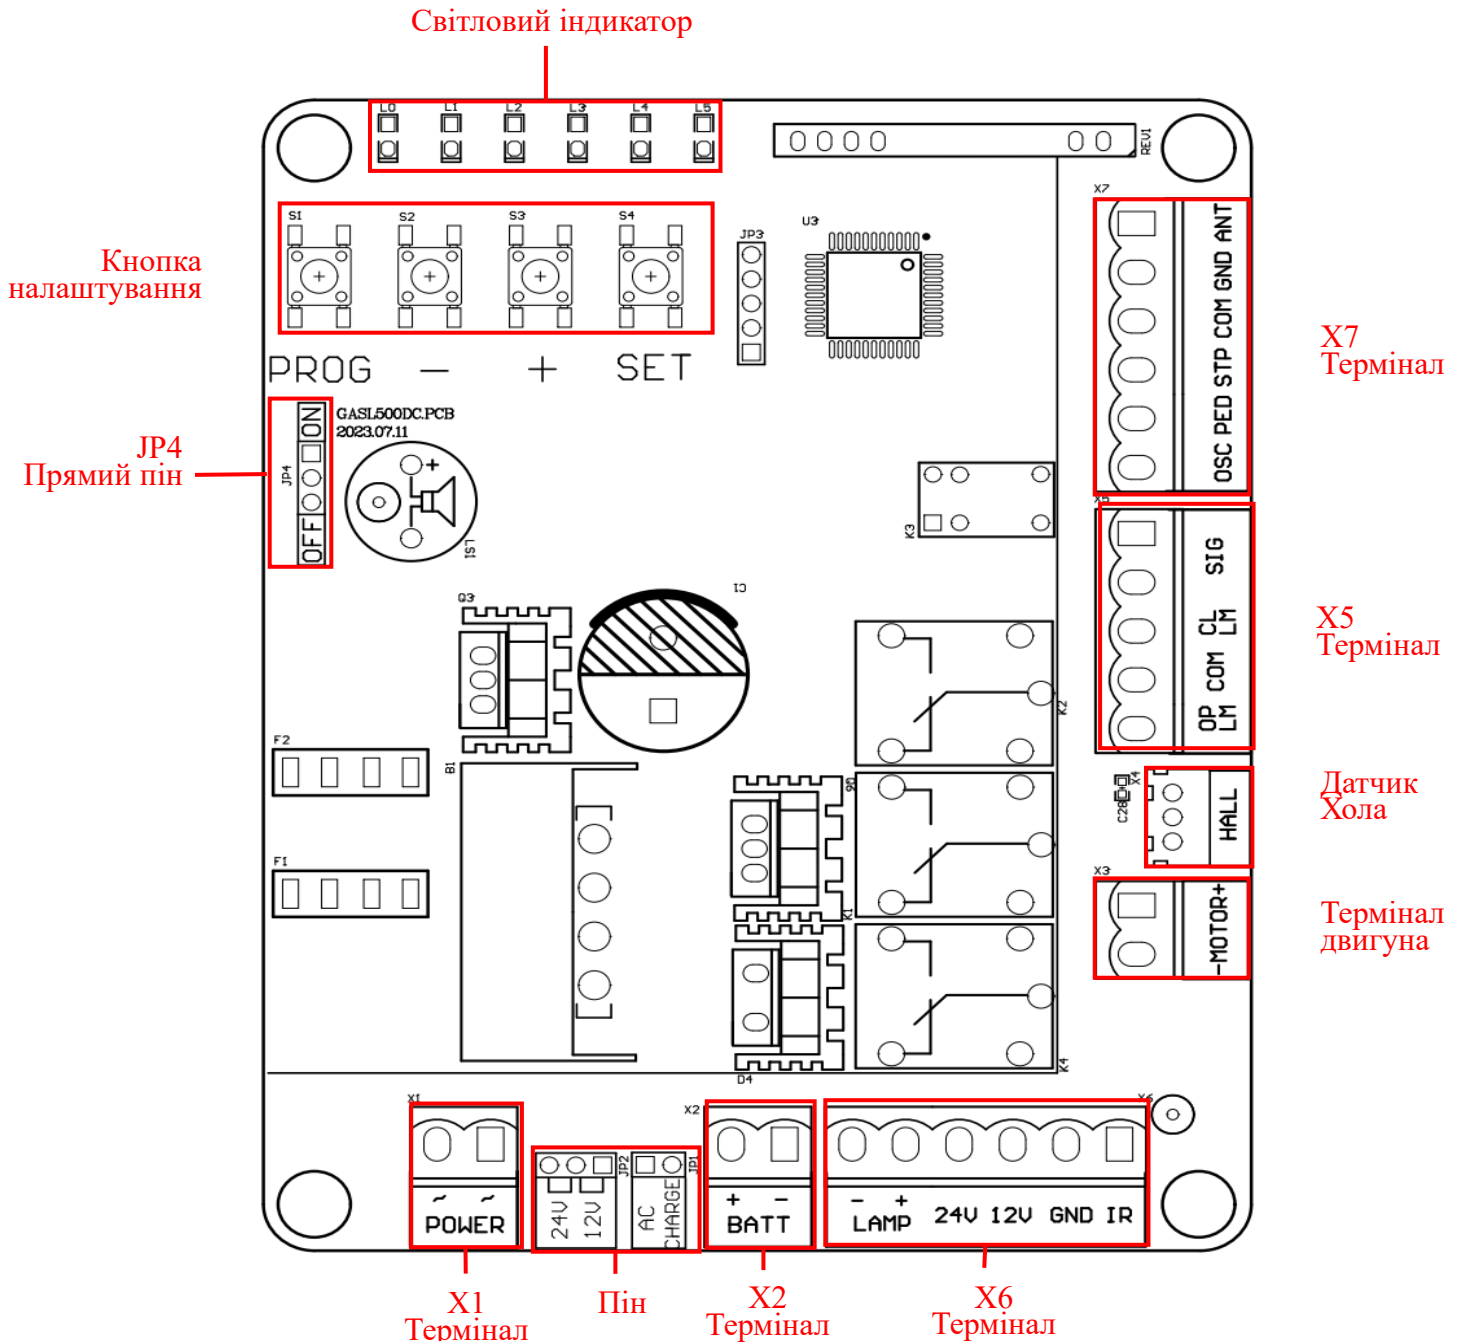
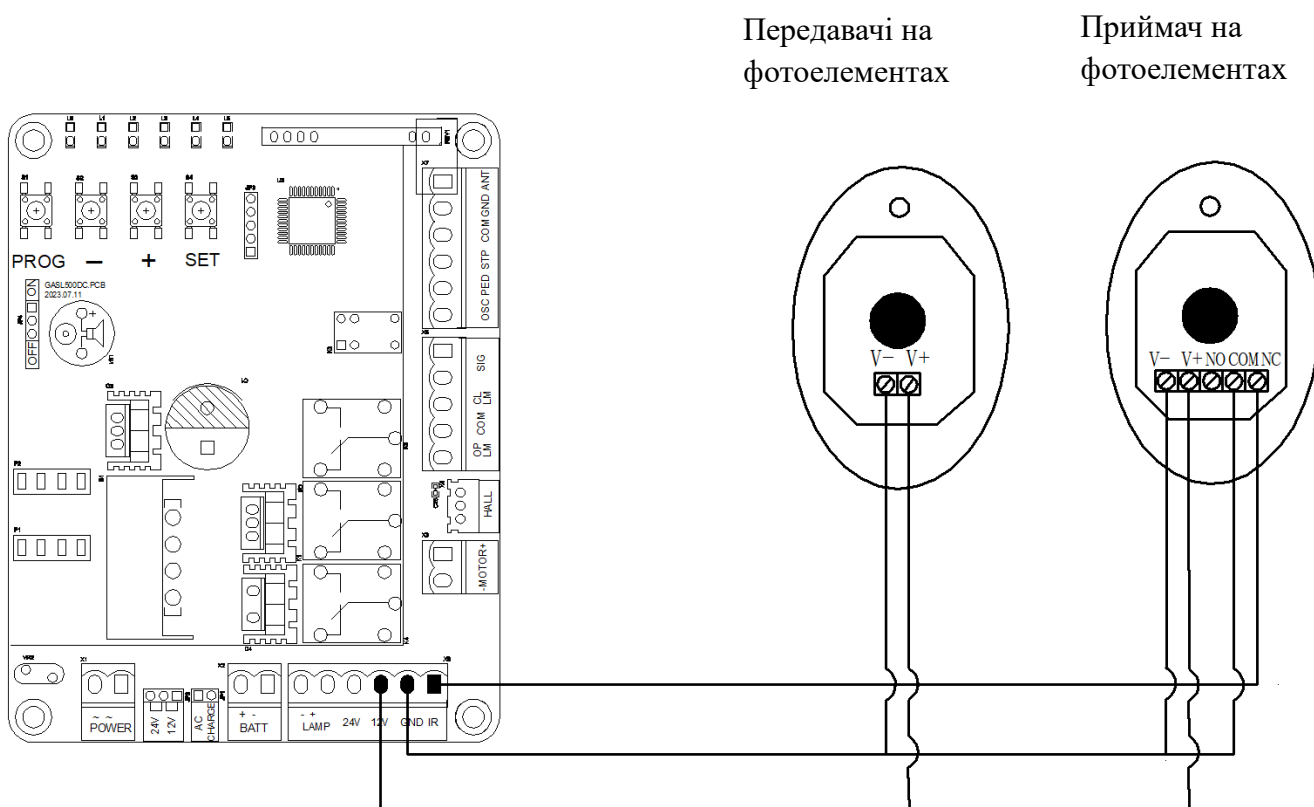

Рис. 14
Рис. 18
**X7 Термінал** (як показано на Рис. 14):
Якщо під час закриття промінь інфрачервоного фотоелемента блокується, ворота негайно зупиняються і повертаються назад, щоб захистити користувача і майно. Щоб встановити фотоелементи, підключіть дроти, як показано на Рис. 18. Необхідно видалити дріт'яну перемичку між клемою IR і клемою GND на X6 (див. Рис. 14).